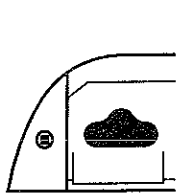

Figure 5
1. Insérez l'extrémité carrée de la clé dans l'ouverture carrée qui se trouve dans le coin inférieur gauche, à l'arrière de la boîte distributrice (Figure 5).